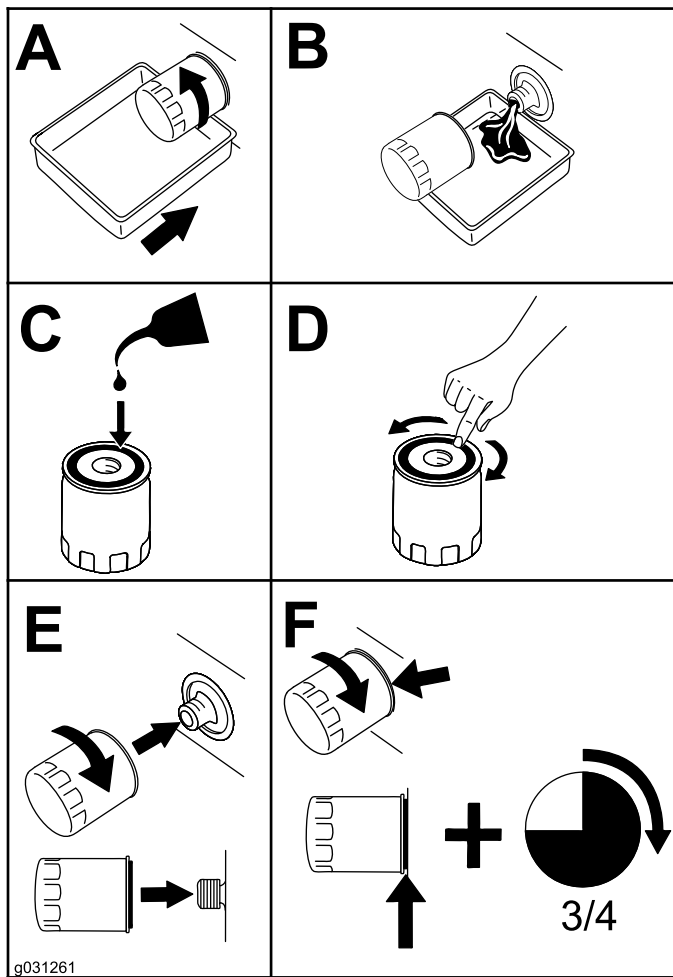

Figure 58
10. Remplacez le filtre à huile (Figure 58).